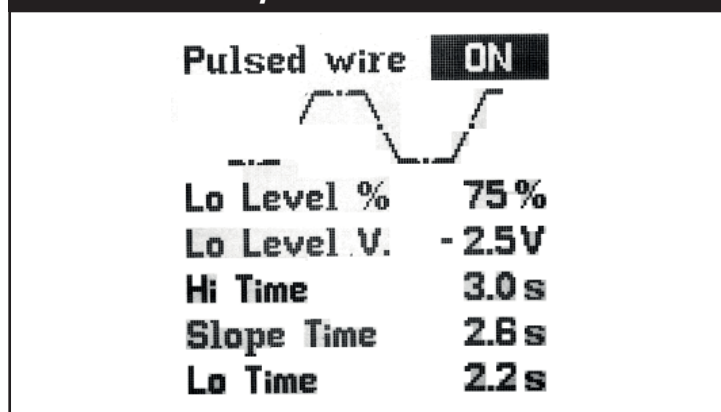

Abb. 25 - Anzeige Draht Puls Setup
- Halten Sie die Taste -6- gedrückt bis die Synergic Tabelle erscheint. Siehe Bild 25